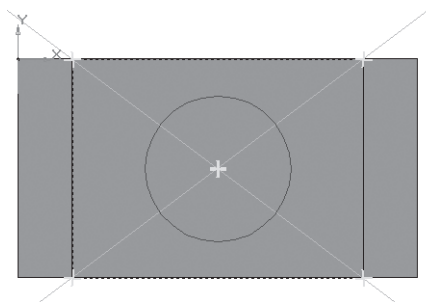

Рис. 160
- постройте окружность радиусом 20 мм ($\varnothing = 40$) – рис. 160;